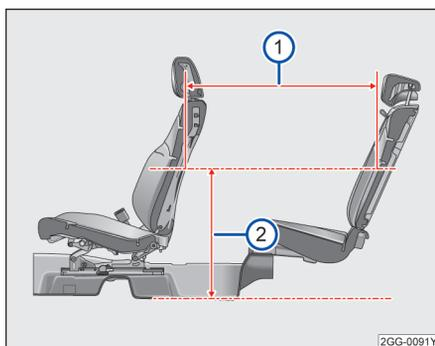

图 75 座间距
当前排座椅前后位置：座椅最后往前滑动 127mm，靠背角为（ $19.06^\circ$ ），高度处于设计位置；后排座椅位于设计位置时，在距离地板位置 620mm 处→图 75②，座间距为 908mm→图 75①。